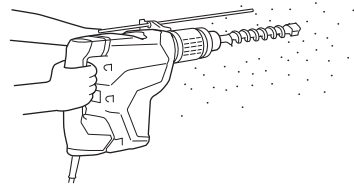

Fig. 5
- Comment percer des trous (Fig. 5)